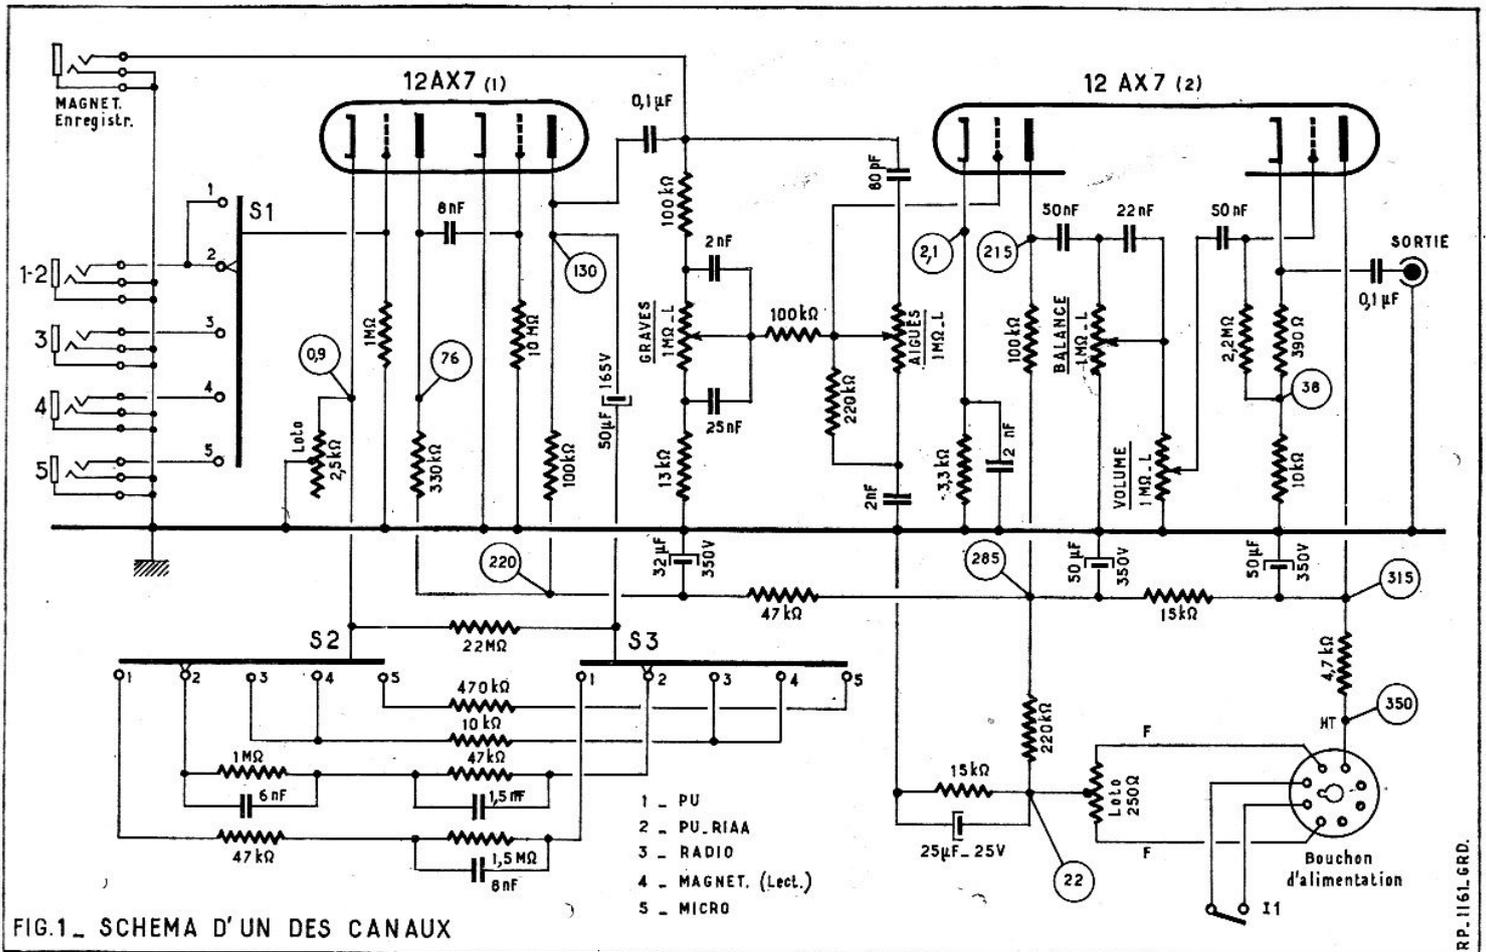

FIG. 1 - SCHEMA D'UN DES CANAUX
Nous donnons, figure 1, le schéma d'un détecteur de produit très simple et qui, bien que n'étant pas à l'abri de la saturation, donne cependant d'assez bons résultats. Le fait qu'il combine en une seule lampe la mélangeuse et le BFO est particulièrement intéressant pour la conversion d'appareils surplus où la place est limitée.
La figure 3 montre son adaptation à la fonction de détecteur de produit. Comme dans le cas du montage de la figure 1, le point (A) peut être relié soit au primaire, soit au secondaire du dernier transfo MF. Dans le premier cas, C1 fait une dizaine de pF et C2 a une valeur de 40 à 100 pF (à déterminer à l'essai). Dans le second cas, C1 fait de 20 à 50 pF et on peut omettre C2.
Le schéma (fig. 1).